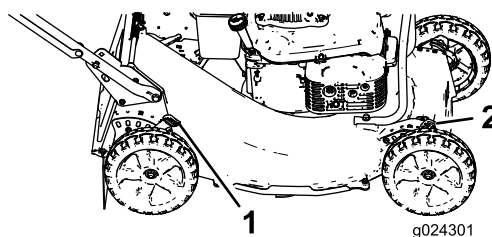

Figura 13
1. Tire de la palanca de altura de corte hacia la rueda (Figura 13) y muévela a la posición deseada.